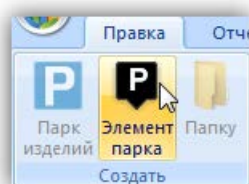

Рис. 19-4 – Панель «Создать»
7) Нажать кнопку «Элемент парка» на панели создать (рис. 19-4).